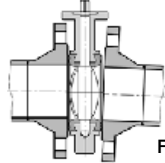
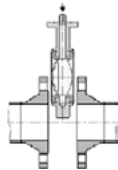
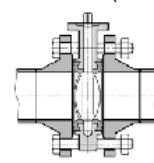
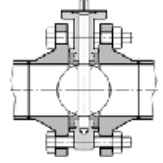

FIG 4
FIG 5
FIG 6
FIG 7
- Man bør under ingen omstændigheder montere ventilen mellem ikke-parallele flanger. Akserne af rørdningen og butterflyventilen skal tilpasses. Klappen på en excentrisk butterflyventil kan blive beskadiget (se fig 4). Det er heller ikke tilladt at svejse rørdningen, hvis ventilen er monteret mellem flangerne. Det kan beskadige ventilen. Flangerne bør have tilstrækkelig åbning, således at ventilen let kan placeres mellem flangerne. Klappen skal være lidt åben (se fig 5). Hvis åbningen mellem flangerne er for tæt, kan lineren beskadiges. Fastgør flangeboltene, mens klappen stadig er en smule åben og stram boltene med hånden (se fig 6). Hvis boltene spændes, mens ventilen er lukket, vil lineren blive forkert indspændt. Dette vil øge drejningsmomentet og ventilen kan lække. Åbn nu butterflyventilen helt (se fig 7) og sørg for, at rørdningen er justeret korrekt. Boltene krydsspændes jævnt.
- Under no circumstances should the valve be installed between non-parallel flanges. The axes of the pipeline and the butterfly valve must be aligned. The disc of an eccentrically mounted butterfly valve can be damaged (see fig 4). It is also not allowed to weld the pipeline if the valve is mounted between the flanges. This could permanently damage the valve. The flanges should have sufficient opening so that the valve can easily be placed between the flanges. The disc should be slightly open (see fig 5). If the opening between flanges is too close the liner could be damaged. Insert the flange bolts while the disc is still a bit open and tighten the bolts by hand (see fig 6). If the bolts are tightened while the valve is closed, the liner will be incorrectly tensioned. This will increase the torque and the valve can leak. Open the butterfly valve completely (see fig 7) and make sure the pipeline is aligned properly. Tighten the bolts evenly crosswise.